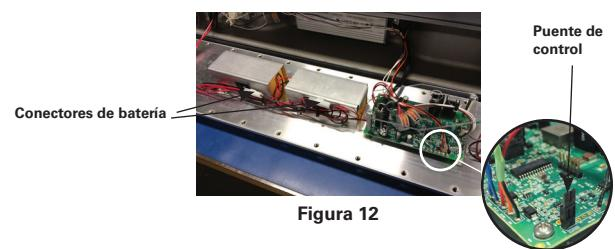

Figura 12
- Desconecte los conectores del tablero del cargador/controlador de la batería n.º 1 y n.º 2 respectivamente (observe la Figura 12).
- Corte los precintos para cable de cada montaje de precinto en las dos (2) abrazaderas que sujetan la batería.
- Retire los cuatro (4) tornillos que aseguran cada abrazadera que sujeta el paquete de batería y retire los paquetes de batería anteriores. Reemplace con los nuevos paquetes de batería suministrados por la División Crouse-Hinds de Eaton.
- Asegure cada abrazadera de sujeción con cuatro (4) tornillos y ajuste a 5 pulgadas-libras (0,6 N-m).
- Ate cuidadosamente los cables de las baterías (observe la Figura 12) y asegúrelos a los montajes del precinto con los precintos suministrados en el kit de baterías EM.
- Vuelva a colocar los veinticuatro (24) tornillos de cabeza hueca y las arandelas de seguridad de la carcasa del controlador con una llave hexagonal de 5 mm.